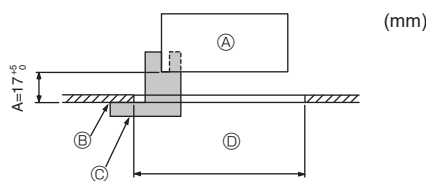
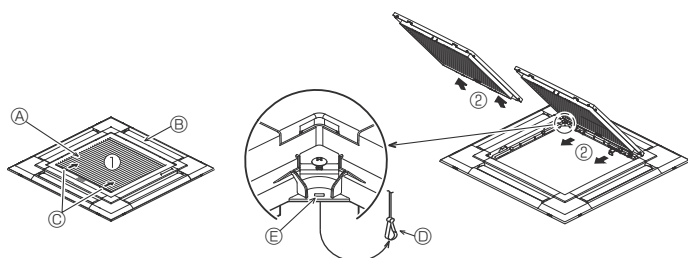
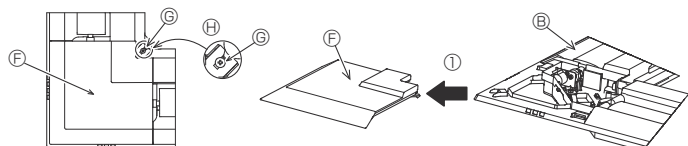

Fig. 7-2
Fig. 7-3
Fig. 7-4
①	Gitter	1	950 × 950 (mm)
②	Installationsmessgerät	1	(In 4 Teile unterteilt)
③	Schraube (4 × 16)	1	Für PLP-6EAE, PLP-6EALME, PLP-6EALME
④	Eckplatte für den i-see Sensor	1	Für PLP-6EAE, PLP-6EALME, PLP-6EALME
⑤	Drahtlose Fernbedienung	1	Für PLP-6EALM, PLP-6EALME
⑥	Fernbedienungshalter	1	Im Lieferumfang enthalten, wenn die drahtlose Fernbedienung vorhanden ist.
⑦	LR6-AA-Batterien	2	Im Lieferumfang enthalten, wenn die drahtlose Fernbedienung vorhanden ist.
⑧	3,5 × 16 Gewindeschneidschrauben	2	Im Lieferumfang enthalten, wenn die drahtlose Fernbedienung vorhanden ist.
7.2. Vorbereitung zum Anbringen des Gitters (Fig. 7-2)
- Mit der mit diesem Bausatz gelieferten Lehre ② die Position des Hauptgeräts im Verhältnis zur Deckenoberfläche überprüfen. Wenn das Hauptgerät im Verhältnis zur Deckenoberfläche nicht richtig positioniert wird, kann Luft austreten, oder es kann sich Kondensationsflüssigkeit ansammeln.
- Ⓒ Installationsmessgerät ② (in das Hauptgerät eingeführt)
7.2.1. Das Ansauggitter abnehmen (Fig. 7-3)
- Zum Öffnen des Ansauggitters die Hebel in die Richtung, die durch Pfeil ① gekennzeichnet ist, schieben.
- Das Scharnier des Ansauggitters bei geöffnetem Ansauggitter (Position „open“) vom Gitter wie durch Pfeil ② gekennzeichnet, abnehmen.
7.2.2. Die Eckplatte abnehmen (Fig. 7-4)
- Die 4 Schrauben an der Ecke lösen. Die Eckplatte in Pfeilrichtung ① in der Abbildung schieben und die Eckblende abnehmen.
[Fig. 7-3] [Fig. 7-4]